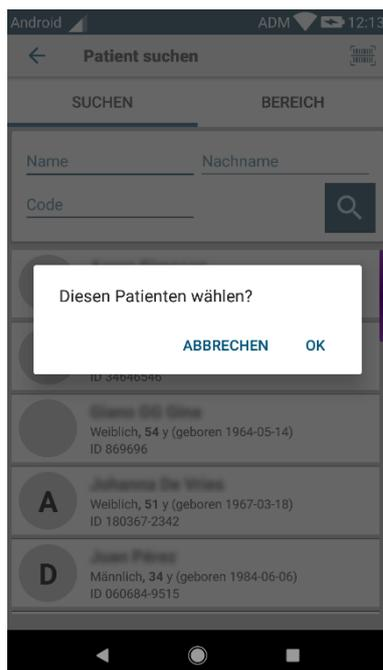

Abb. 36
- Berühren Sie das einem Patienten entsprechende Feld, um den Patient zu wählen. Die Bestätigung des Benutzers ist erforderlich (Abb. 36).